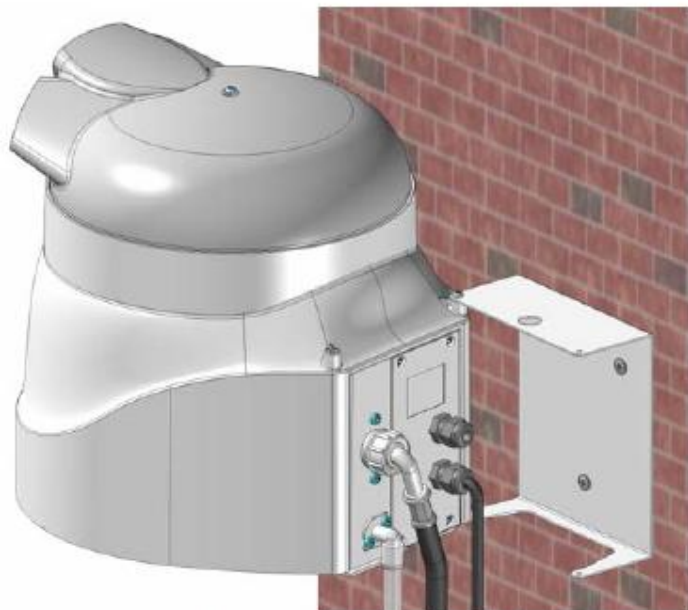

Fig. 3.5.3 - Installation murale
- Visser sans serrer deux des quatre vis pour fixer le mini NEB à la bride, comme indiqué sur la Fig. 3.5.3.